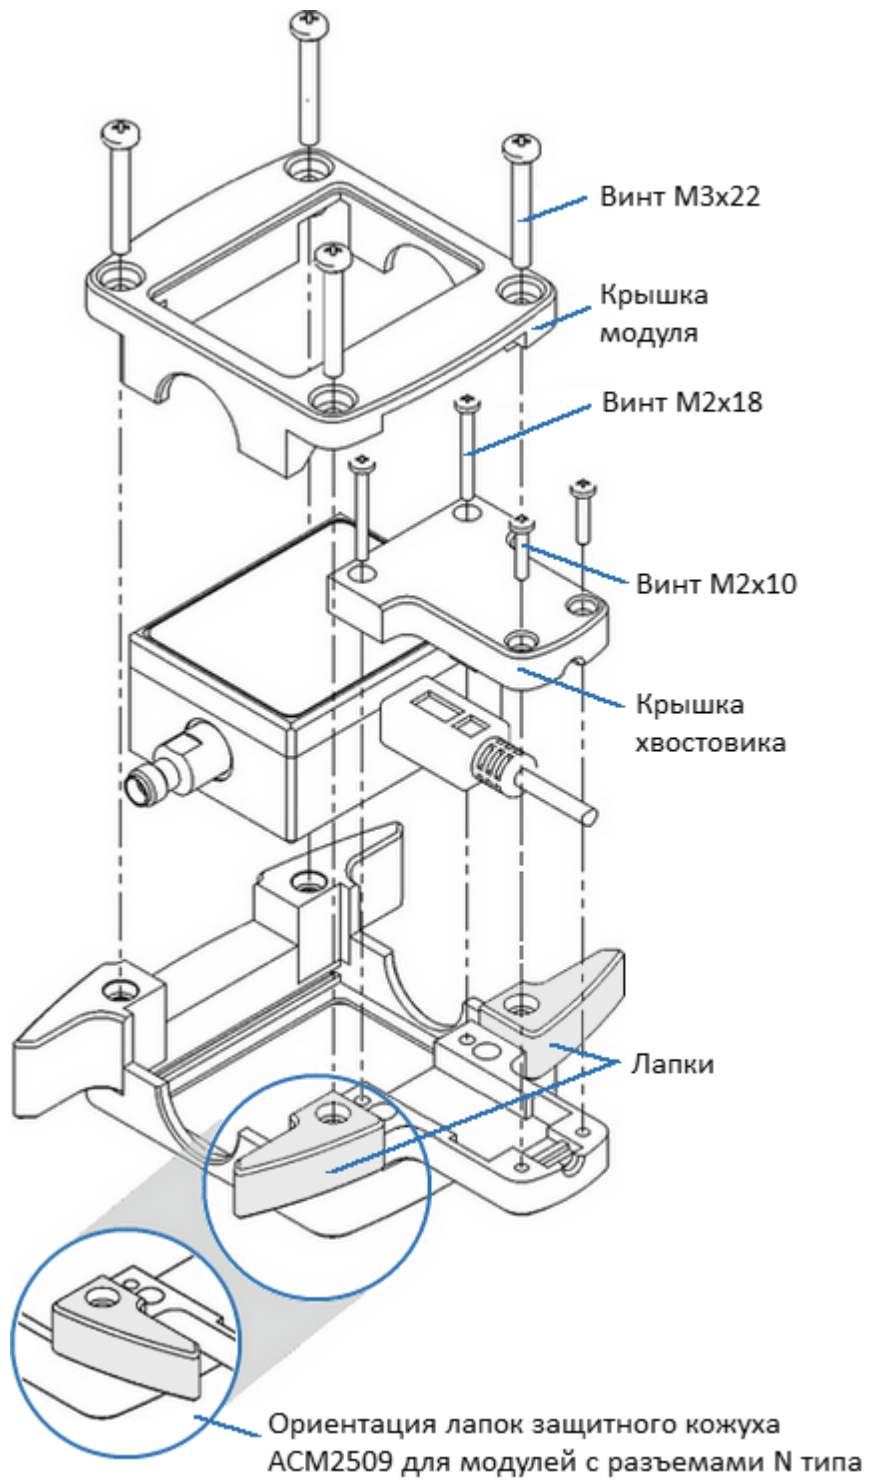

Рисунок 40 – Пример установки кожух
- 4 шт. винтов M3×22 на крышке кожуха. Снимите крышку модуля (см. рисунок 40);